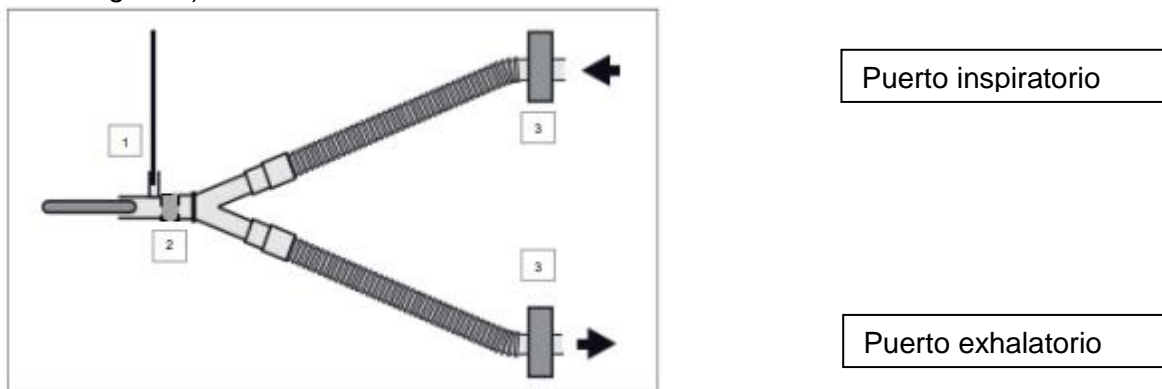

Figura 3 Configuración recomendada para pacientes neonatales (volumen tidal aproximado de <30ml)
- Para pacientes neonatales, usualmente es necesario utilizar una línea de muestreo para monitorizar el CO₂, O₂, N₂O y agentes anestésicos del lado del filtro HME que da al paciente (posición 1, figura 3). De lo contrario la calidad de la medición de los parámetros no sería suficiente.
- Use un filtro HME en la Y del paciente para tener suficiente humidificación de vía aérea. Como es el Humidistar 2 (MP01745) de Dräger para volúmenes tidales sobre 10ml (vea posición 2 / figura 3).
- Use filtros mecánicos BSFs (adultos) como el Dräger SafeStar 55 (MP01790) tanto en el puerto exhalatorio como en el inspiratorio de la máquina de anestesia (vea posición 3 / figura 3).